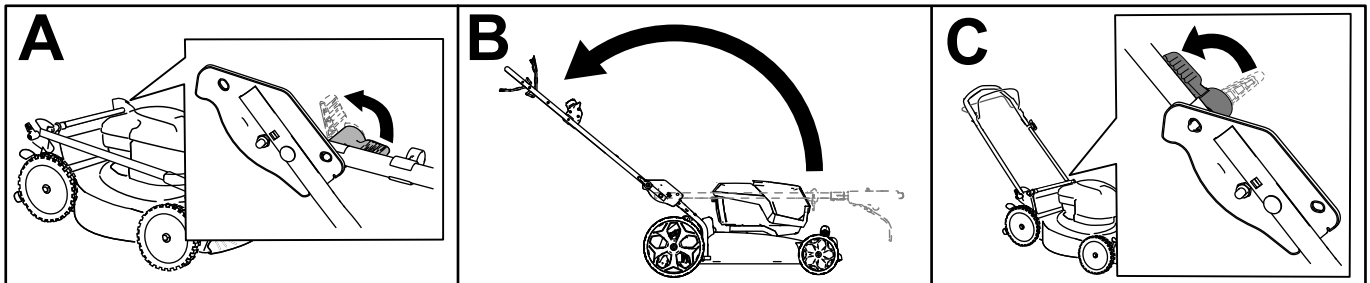

Figure 5
1. Débloquez les verrous du guidon (A de Figure 5).
2. Ramenez la poignée en arrière à la position d'utilisation (B de Figure 5).
4. Engagez le verrou de la poignée jusqu'à ce que la goupille s'enclenche en place et verrouille la poignée à la position d'utilisation (C de Figure 5).